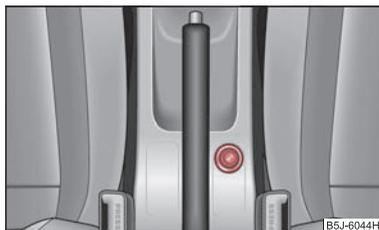

Abb. 75 Mittelkonsole: Zigarettenanzünder
- Drücken Sie den Anzünderknopf des Zigarettenanzünders hinein ⇒ Abb. 75.